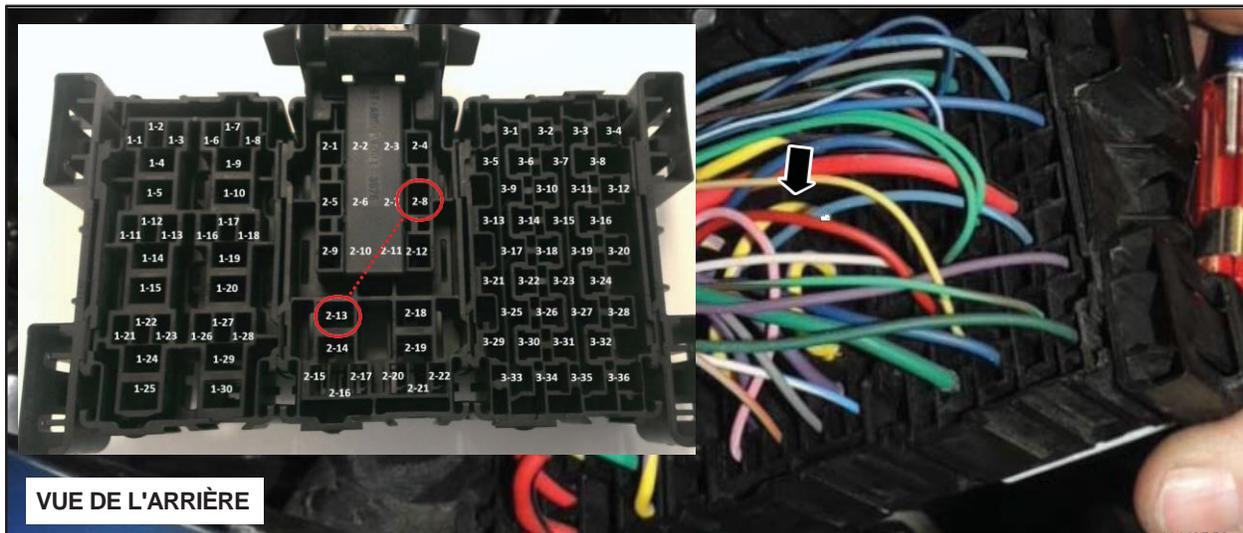
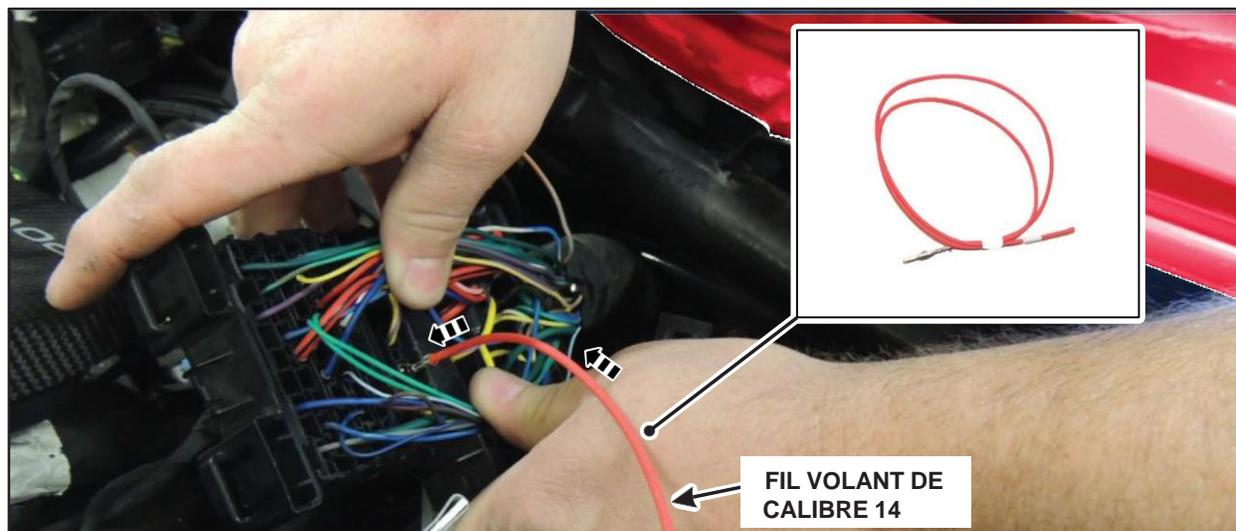

FIGURE 28
FIGURE 33
31. Placer le boîtier de raccordement auxiliaire (AJB) à l'envers pour voir le côté arrière. Identifier les broches 2-8 et 2-13, puis retirer le fil volant depuis le boîtier de raccordement auxiliaire (AJB). (Figure 28)
36. Installer l'extrémité fourchée du nouveau fil volant rouge de calibre 14 sur la broche 2-8 du boîtier de raccordement auxiliaire (AJB). (Figure 33) Se reporter à la Figure 28 pour le tableau des broches et le bon emplacement des bornes.